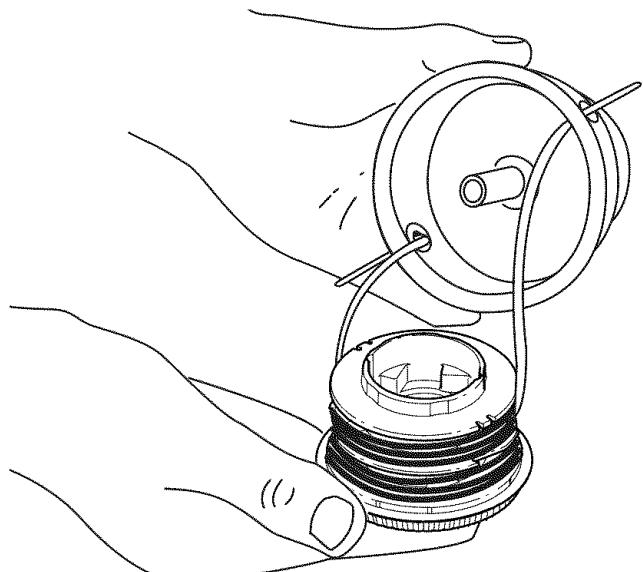

Fig. 24
- Inserte los extremos de las dos líneas de corte dentro de los ojalillos del bastidor del carrete (Fig. 24), luego tome los extremos y tire con firmeza para soltar la línea de las ranuras de retención del carrete.